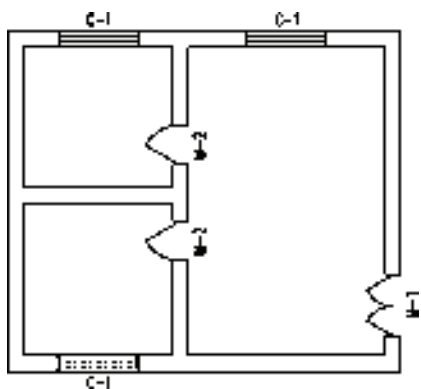

图 7-67 打开素材
1) 按〈Ctrl+O〉组合键, 打开配套光盘提供的“第7章/7.3.1 搜屋顶线.dwg”文件, 如图 7-67 所示。